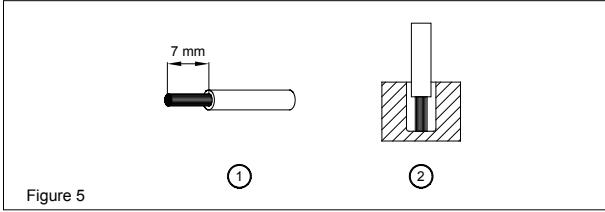

Figure 5
Sie können flexible (feindrähtige Leitung) oder feste Kabel mit einem Querschnitt von 0,32-3,3mm² (AWG 22-12) und einem Anzugsmoment von 4,67kgf.cm max (4,05lb in) verwenden. Um sichere und stoßfeste Anschlüsse gewährleisten zu können, sollte die Isolierlänge 7mm betragen (siehe Abb. 5 (1)). Bitte sorgen Sie dafür, dass die Kabel vollständig in die Anschlussklemmen eingeführt werden, siehe Abb. 5 (2).